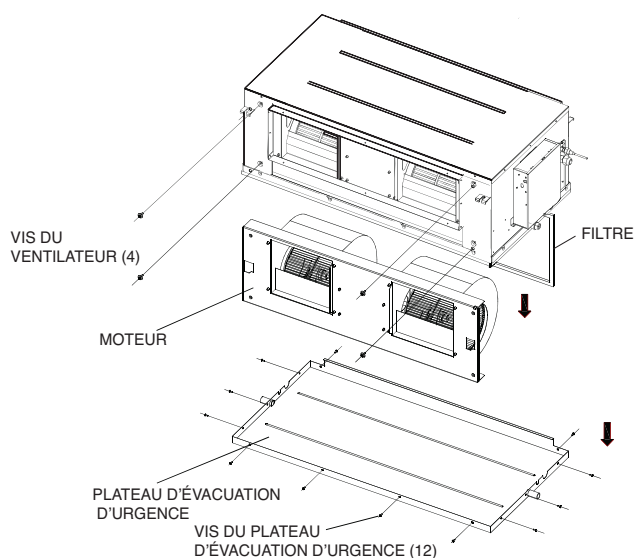

Figure 19 — Retrait du bac d'évacuation d'urgence et du panneau avant (appareil 048)
1. Débranchez la connexion du bac d'évacuation d'urgence. Retirez les vis qui maintiennent en place le bac d'évacuation d'urgence, de la manière illustrée à la fig. 19.
3. L'ensemble moteur-ventilateur est installé sur le panneau avant. Retirez les vis du panneau avant, de la manière illustrée à la fig. 19.